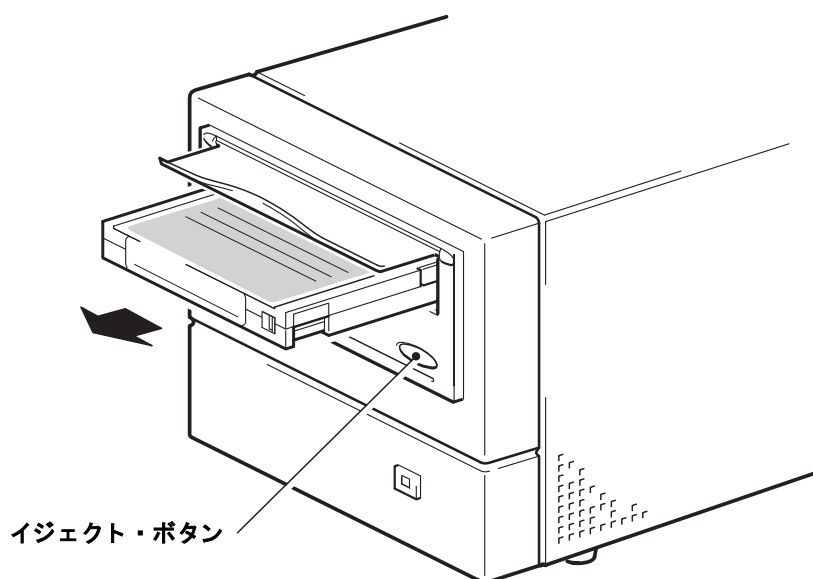

図 7b: カートリッジのアンロード
- 1 フロント・パネルのイジェクト・ボタンを押します (図 7b を参照)。